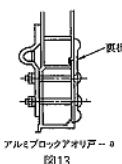

図13
a. インナーカバーまで通してボルト締めして下さい(図13参照)。